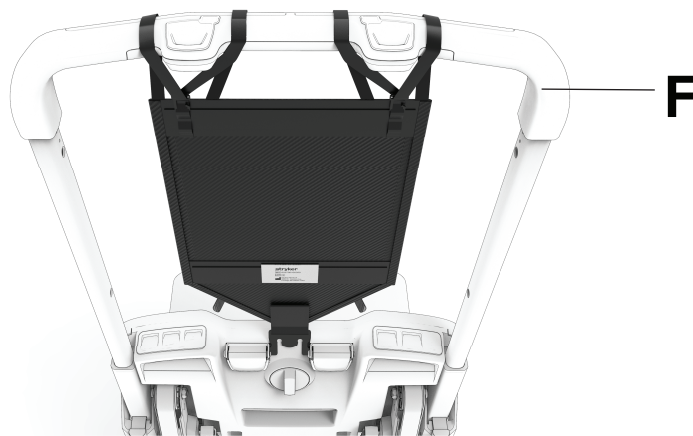

Рисунок 33 – Установленный дополнительный подголовник
5. Отрегулируйте высоту поручня (F) так, чтобы голова пациента могла опираться на подголовник (Рисунок 33).